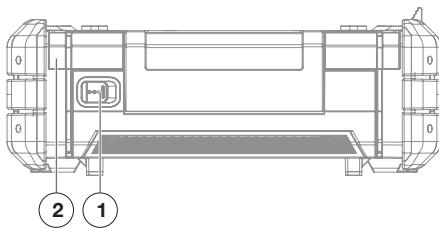

Figur 1. Forfra
1. Åbn rummet for at tage AC/DC-strømadapteren ud (se figur 1 og figur 3).